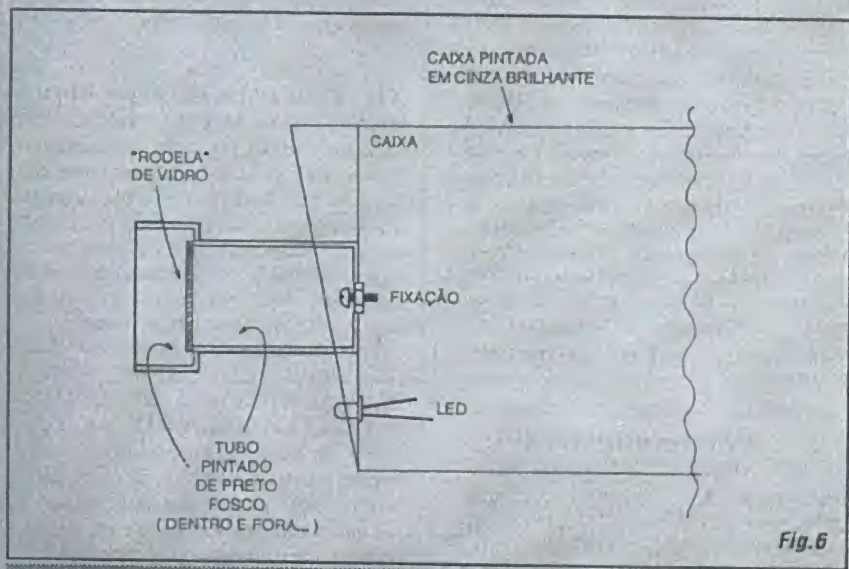

Fig. 6
- FIG. 6 - DETALHANDO O TUBO, A "LENTE" E SUAS FIXAÇÕES... - Um ponto importante no acabamento externo da "câmara" é a confecção "convicente" do conjunto tubo/lente (esta, obviamente, uma simples "rodela" de vidro comum, que "enganará" muito bem...). Sigam, dentro do possível, as sugestões do diagrama, inclusive quanto às cores nas quais devem ser pintadas as partes: o tubo e seu "bocal" em preto fosco (inclusive por dentro, para que o "truque" da "lente" não possa ser descoberto por um observador mais atento...) e a caixa em cinza brilhante... Lembrem-se sempre que todo o conjunto deve receber acabamento tão profissional e "acreditável" quanto possível, de modo que quem olhá-lo, mesmo a curta distância, seja seguramente "enganado" (a "câmara" tem que parecer uma câmara...!).